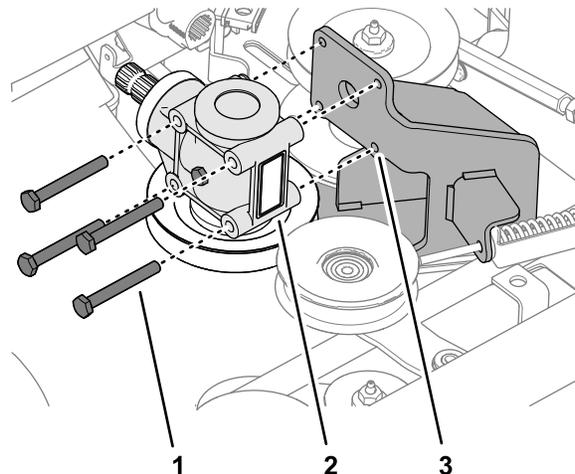

Figura 118
2. Remova os 4 parafusos que fixam a caixa de velocidades da plataforma do cortador ao suporte da caixa de velocidades (Figura 118).
1. Alinhe os orifícios da caixa de velocidades da plataforma do cortador com os orifícios no suporte da caixa de velocidades; consulte Figura 118 em Remoção da caixa de velocidades (página 82).